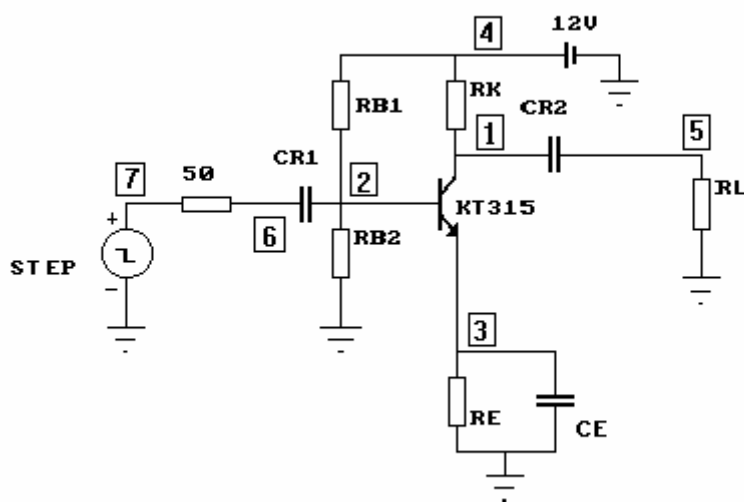

Рисунок 6.1 – Усилительный каскад на биполярном транзисторе
В качестве примера рассмотрим построение и анализ схемы усилительного каскада на биполярном транзисторе (см. рис. 6.1).
В режиме **Add/Comp** выведите изображения этих компонентов на экран, задав компонентам соответствующие имена или параметры (номинальные значения), так как это показано на рис. 6.1. Для этого необходимо выполнить следующие действия:
2. В окне компонентов выберите элемент с именем **RESIST** (резистор), перенесите его в окно графического редактора и спозиционируйте относительно транзистора в соответствии со схемой, приведенной на рис. 6.1.
7. Соедините компоненты так, как это показано на рис. 6.1, установив режим рисования проводников **Add/Line (Shift+L, Shift+A)**.